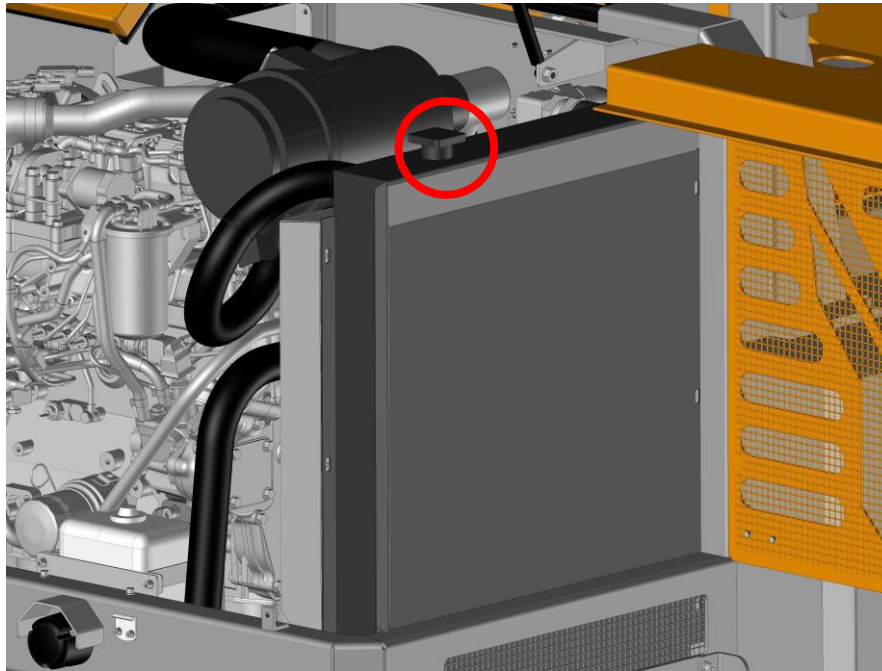

Abbildung 39. Kühler
4. Schrauben Sie den Behälterdeckel ab und prüfen Sie den Kühlmittelstand (Bild 39).
4. Schrauben Sie den Tankdeckel vorsichtig ab (Abbildung 39) und entlasten Sie den Druck.